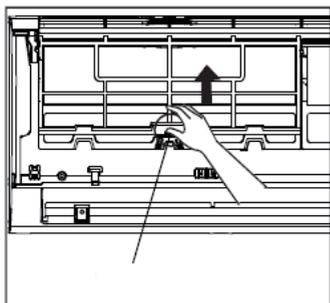
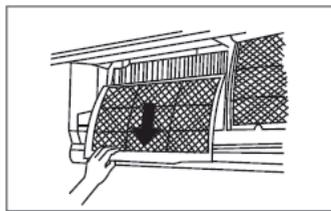

fig. 15 -
fig. 16 -
3. Rimuovere i filtri spingendo in alto le linguette centrali fino a che si liberano dal fermo e sfilarli tirandoli verso il basso ("fig. 15 -" e "fig. 16 -")